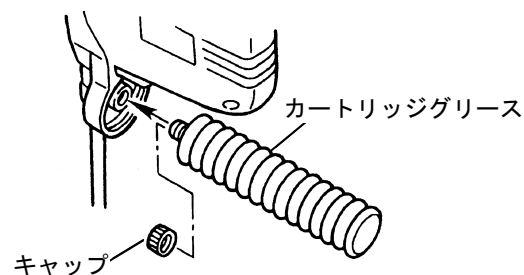

Fig.5
- 3) カートリッジグリースのキャップをねじ戻して外し、カートリッジグリースを本体内のネジ部に取付けてください。(Fig.5)